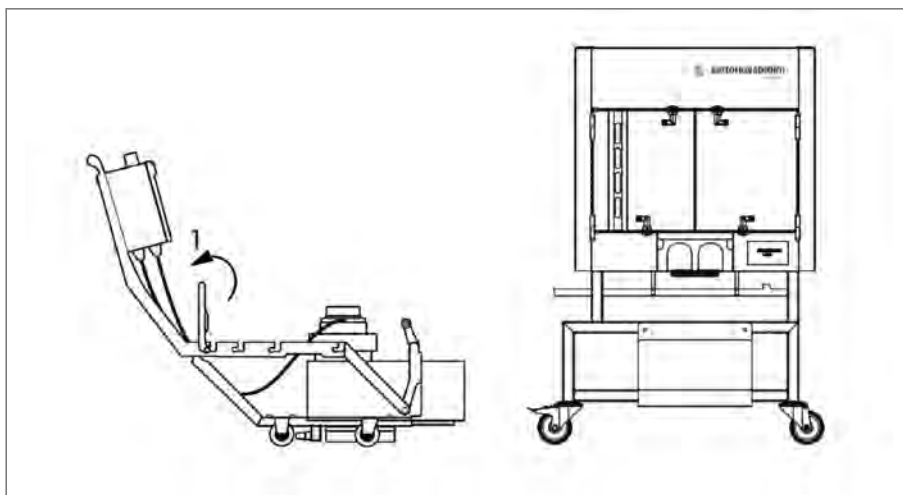

Fig. 61
3. Levante ligeramente el pasador hacia la caja de control (ver Fig. 61 | 1).